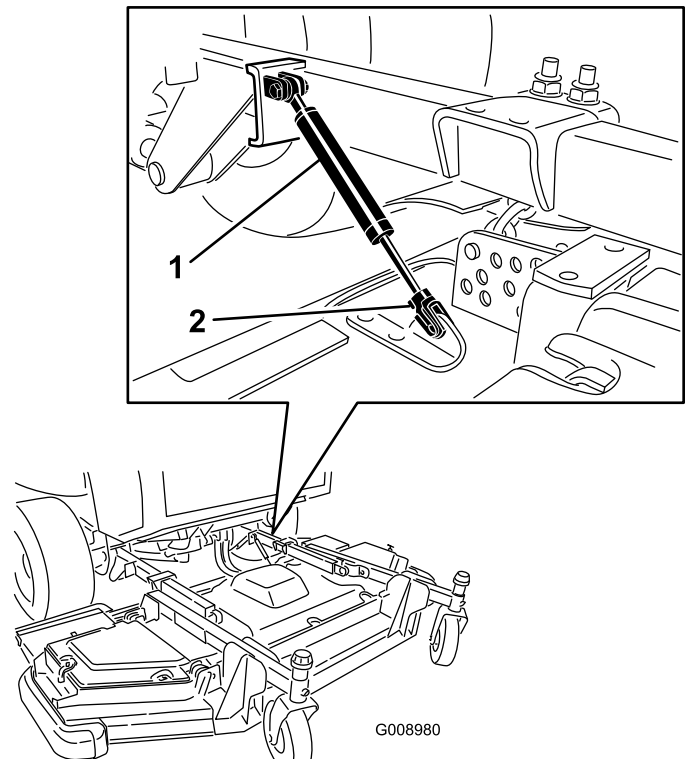

Bild 91
2. Nehmen Sie den Befestigungsclip ab und schließen Sie den Stoßdämpfer vom Mähwerk ab (Bild 91).